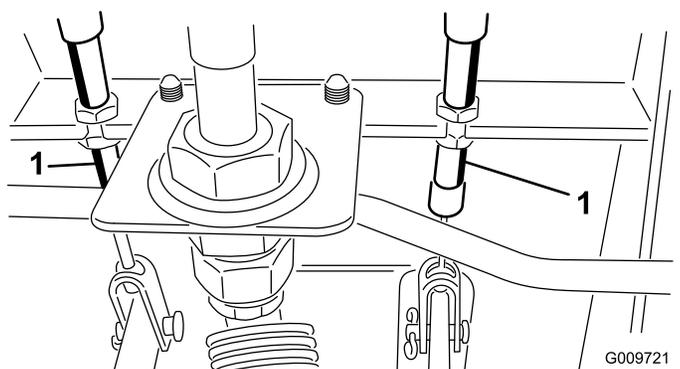

Рисунок 73
- A. Отпустите переднюю гайку на резьбовом конце троса тормоза (Рисунок 73).